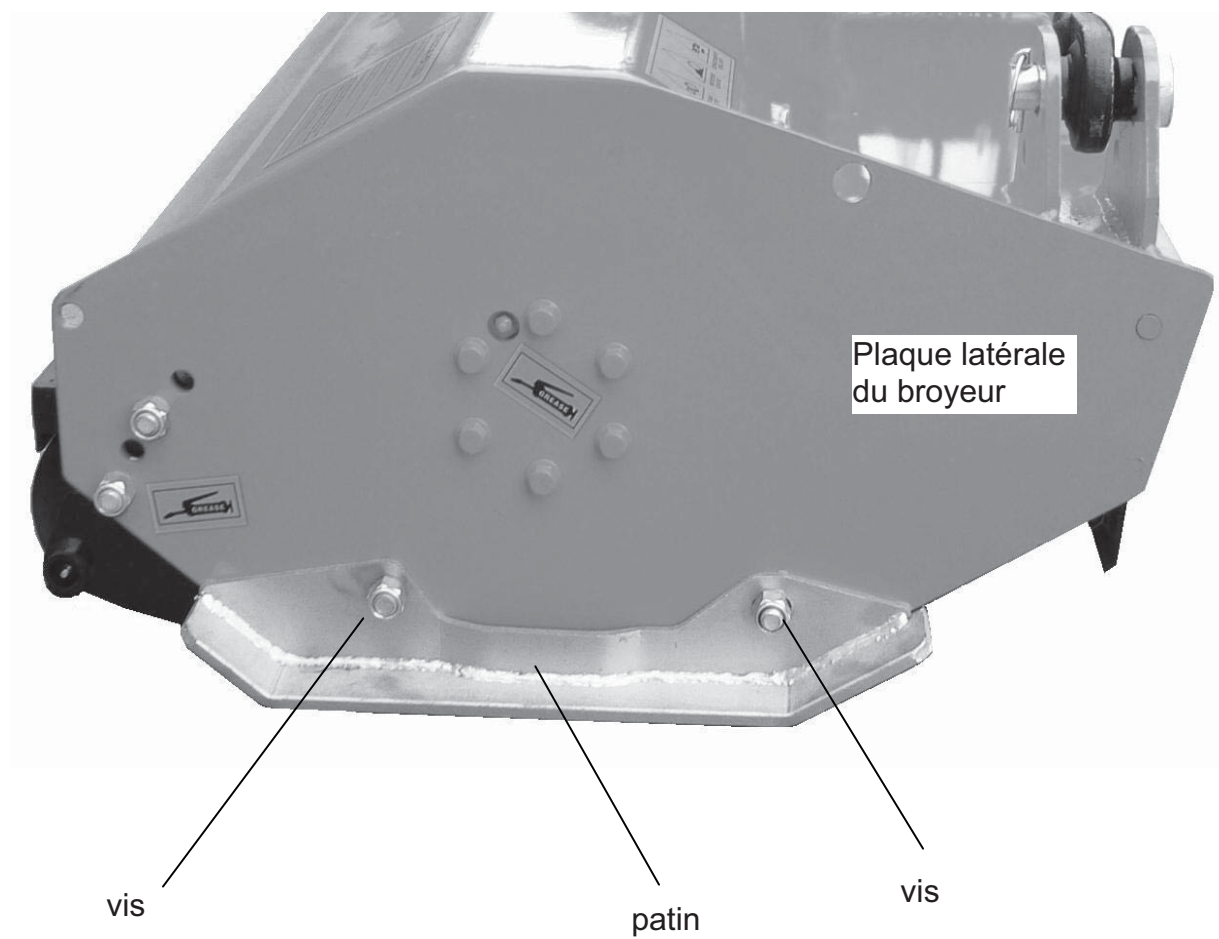

Fig. 2.2
- Effectuer l'assemblage de chaque **patin** (D et G) avec les vis appropriées (fig. 2.2).